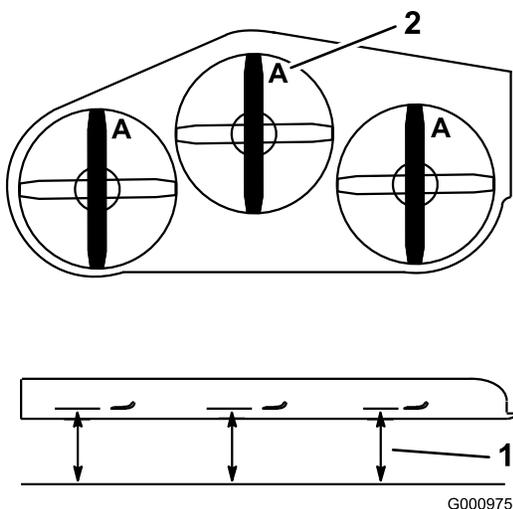

Figura 97
2. Mida desde una superficie nivelada hasta el filo de corte, posición **A**, de las cuchillas (Figura 97).